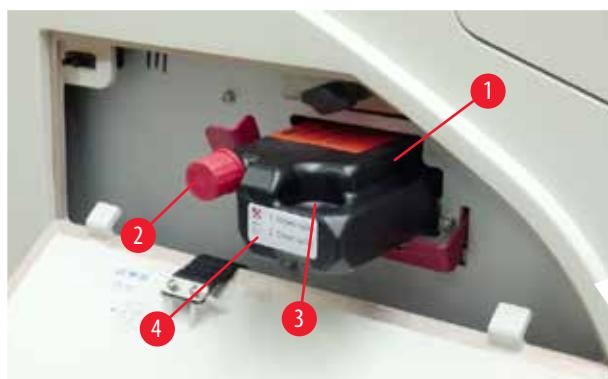

图 54
3. 揭去保护膜，将墨盒向墨盒插槽中插入一半(→ "图 54")。